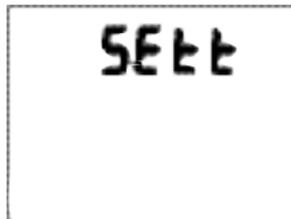

Fig. 38 - SET T (heure et date)
- Appuyer sur le bouton S (côté) pendant 10 secondes en affichage principal surface NOR ou GAU mène à SET T repéré par la mention SEtt (Fig. 38).